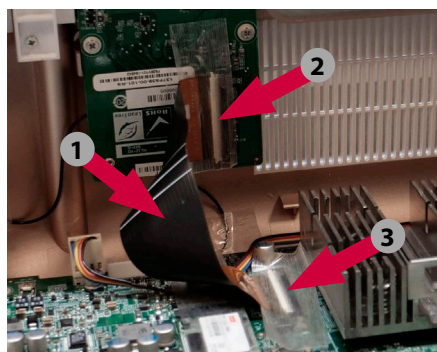
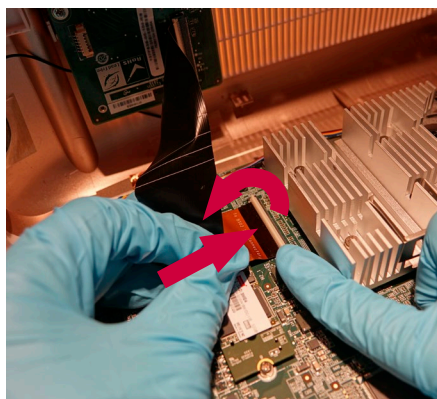

Figura 33 Posizioni del cavo FPC e dei connettori FPC.
Figura 34 Collegare il cavo FPC alla scheda principale
Ricollegare il cavo FPC alla scheda principale. Assicurarsi inoltre che il cavo sia ancora collegato alla scheda di I/O sul retro dell'alloggiamento. La figura 33 mostra la posizione del cavo FPC e dei connettori FPC.
Ricollegare il cavo FPC alla scheda principale (v. pos. 2 in Figura 33). Inserire il cavo FPC nel connettore e chiudere il blocco bianco spingendolo verso il basso (vedere Figura 34). Assicurarsi che i cavi dorati sul circuito stampato siano rivolti verso il basso e abbiano un buon contatto con il connettore.
Assicurarsi che l'estremità del cavo FPC sia completamente inserita e parallela ai connettori. Controllare che il cavo FPC sia ancora collegato correttamente alla scheda di I/O (vedere posizione 3 nella Figura 33).